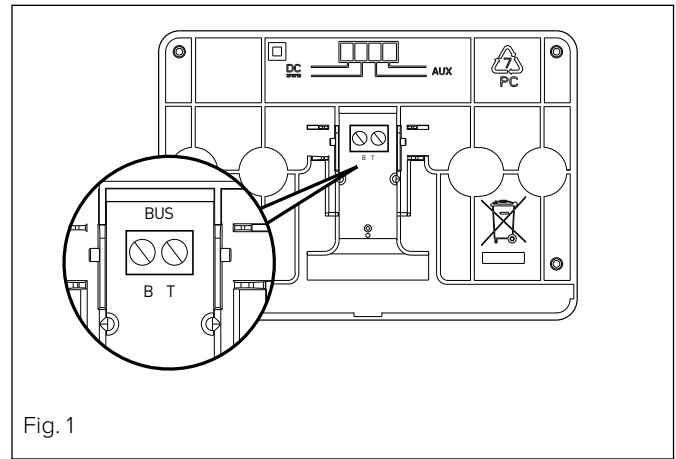

Fig. 1
- przed podłączeniem przewodów do podstawy interfejsu systemu należy przesunąć płytkę zabezpieczającą złącza i ją unieść (rys.1),